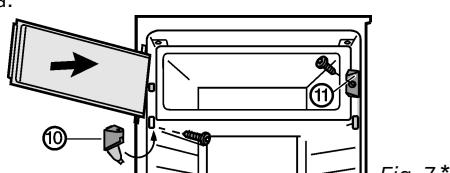

Fig. 7\*
- ▶ Monte la pieza de cierre Fig. 7 (11).\*
- ▶ Monte el soporte de cojinete Fig. 7 (10) y cierre la cubierta.\*